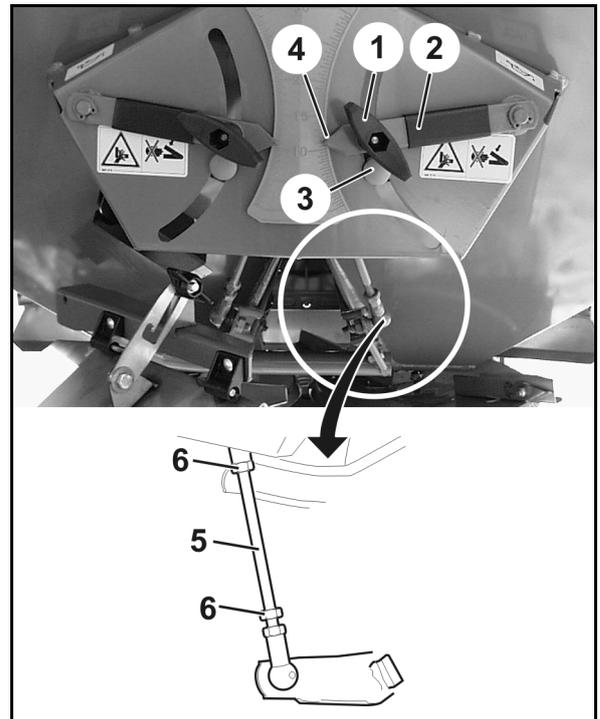

図 98
値が異なる場合には、接続ロッド (図 98/5) を回してストッパー (図 98/3) の位置を適切に変更します:
6. 接続ロッド (図 98/5) のロックナット (図 98/6) を外します。
7. ストッパー (図 98/3) が設定レバー (図 98/2) の位置になるまで、接続ロッドを回します。